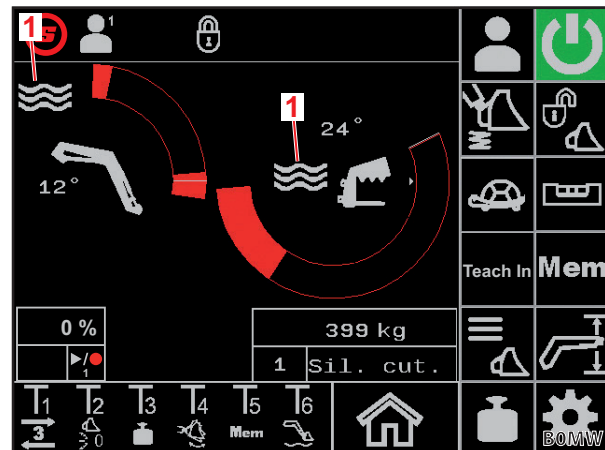

Fig. 31 Hoofdpagina
- (1) Knop Tx () op de joystick indrukken.
**i** Welke knop moet worden ingedrukt, hangt af van de betreffende knopbezetting. In Fig. 31 is het bijv. knop T6.
- (2) Joystick uitzwenken in richting *Neerlaten* (zweefstand zwenkarm) resp. *Storten* (zweefstand werktuig).